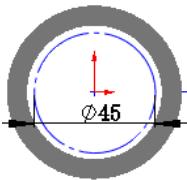

图 11.4.5 过滤器草图
Step2. 绘制过滤器草图。选取前视基准面为草绘平面；绘制图 11.4.5 所示的构造圆，在添加 $\varnothing 45$ 时，在“尺寸”对话框 **主要值(V)** 区域的文本框中将“D1@草图 2”名称更改为“标称直径”；选择下拉菜单 **插入(I)** → **退出草图** 命令，完成过滤器草图的创作。